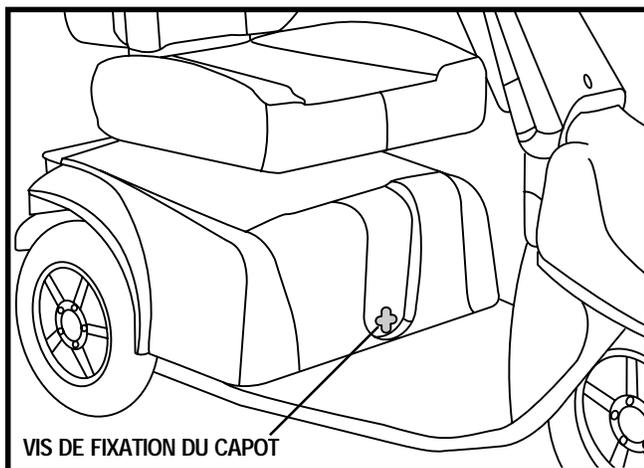

Figure 16. Vis de fixation du capot
3. Retirez la vis de fixation du capot. Voir la figure 16.